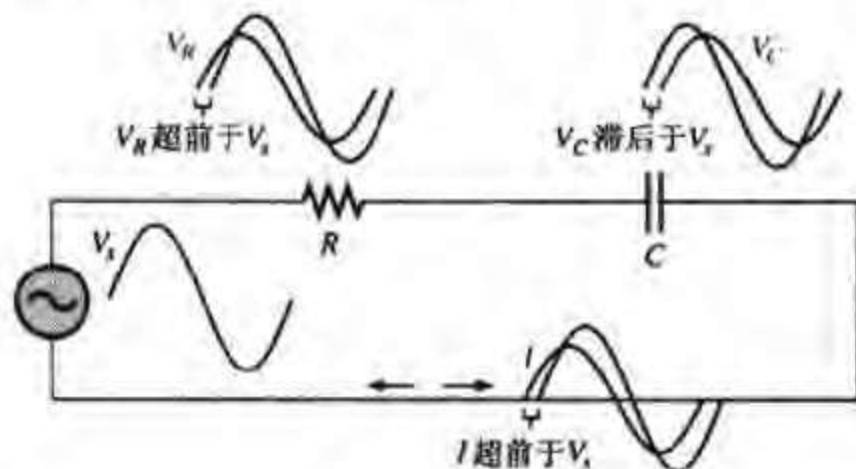

图 16.1 在正弦响应中, V_R , V_C 和 I 相对于信号源电压的一般相位关系。 V_R 超前于 V_s ; V_C 滞后于 V_s ; I 超前于 V_s 。 V_R 和 I 是同相位, 而 V_R 和 V_C 相差 90° 相移
如图 16.1 所示,电阻的电压 (V_R)、电容的电压 (V_C) 和电流 (I) 都是正弦波,并且与信号源的频率相同。由于电容的存在,电路中电压和电流之间有相移。通过学习将了解到,电阻的电压和电流超前于信号源的电压,而电容的电压滞后于信号源的电压。电流与电容的电压之间的相移总是 90° 。这些显著的相位关系在图 16.1 中显示。